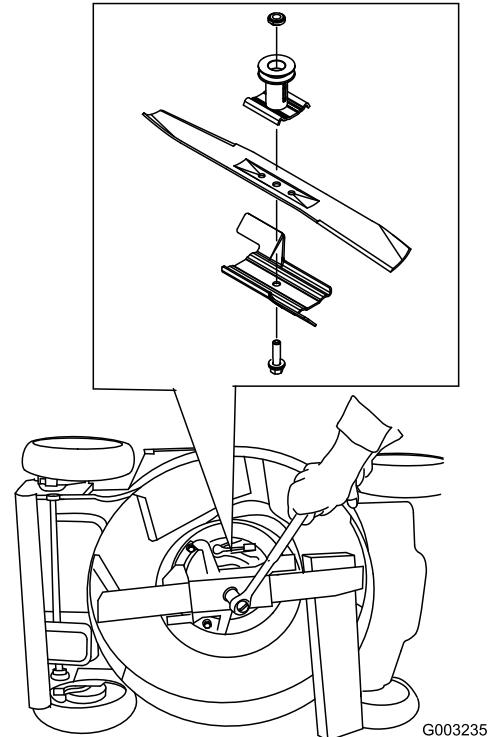

Рисунок 42
- Используйте деревянную подкладку для неподвижного удерживания ножа (Рисунок 42).